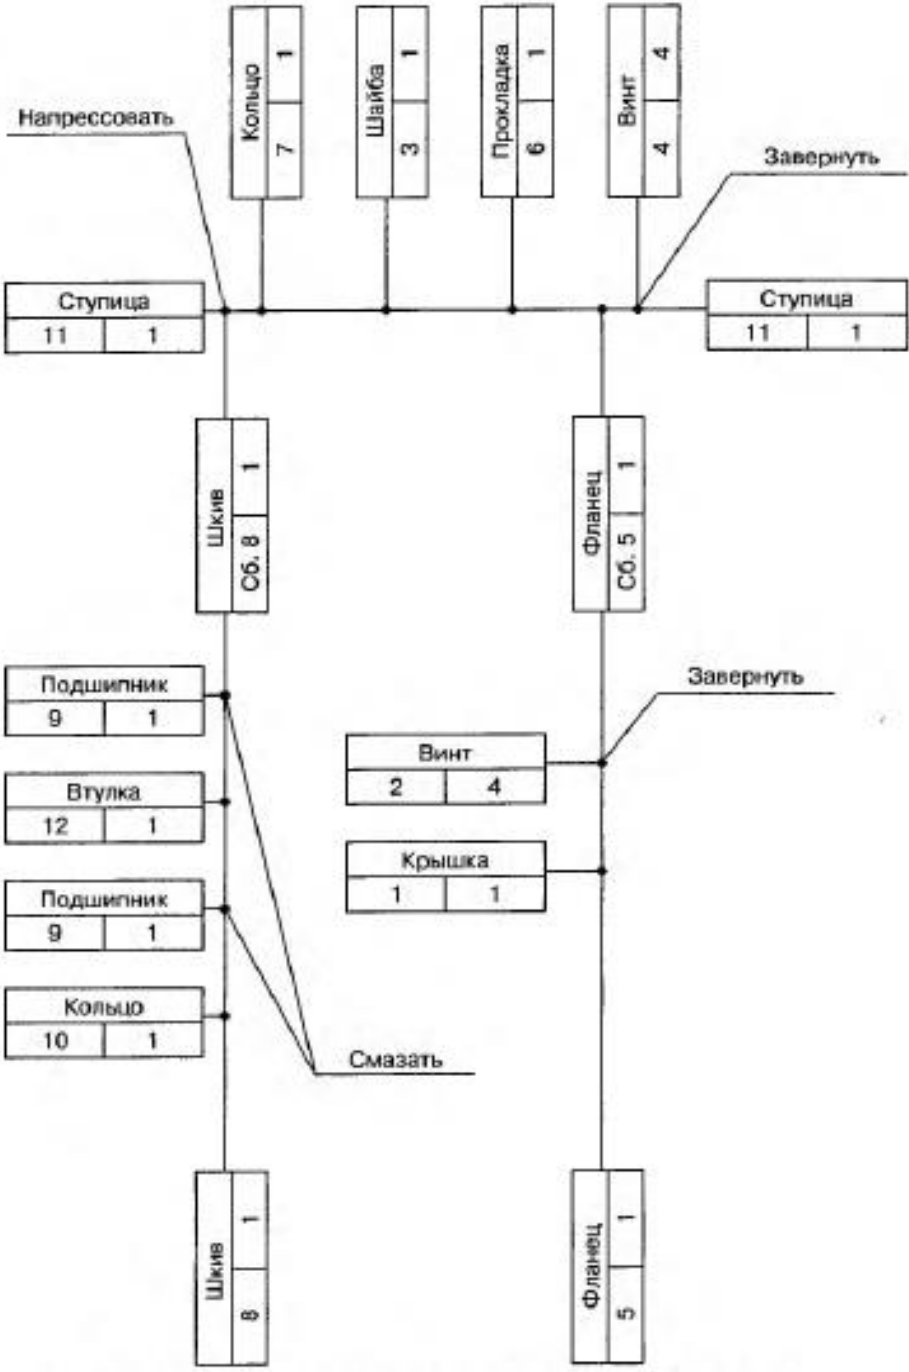

Рисунок 2 – Технологическая схема сборки ступицы
- 3) Разработать технологическую схему сборки узла (сборочной единицы) (см. рис.2).
Рассмотрим ее построение для ступицы (рис. 1). На таких схемах каждый элемент изделия обозначен прямоугольником, в котором указывают наименование составной части, ее индекс и количество (рис. 2). Разработка технологической схемы сборки начинается с определения базовой детали (или сборочной единицы) и деления изделия на сборочные единицы и детали. Процесс сборки отображается на схеме горизонтальной линией в направлении от прямоугольника с наименованием базового элемента до прямоугольника с наименованием готового изделия (или сборочной единицы).